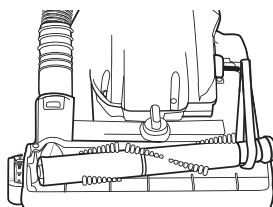

FIG. 25
- Step 8:** Align left end cap with base. Push end cap securely into place. Make sure the square on the brushroll cap is in place (FIG. 25).
- Paso 8:** Alinee el capicete del extremo con la base. Empuje el capicete del extremo hasta que quede fijado en su lugar. Asegúrese de que el cuadrado en el capicete del cepillo circular esté en su lugar (FIG. 25).